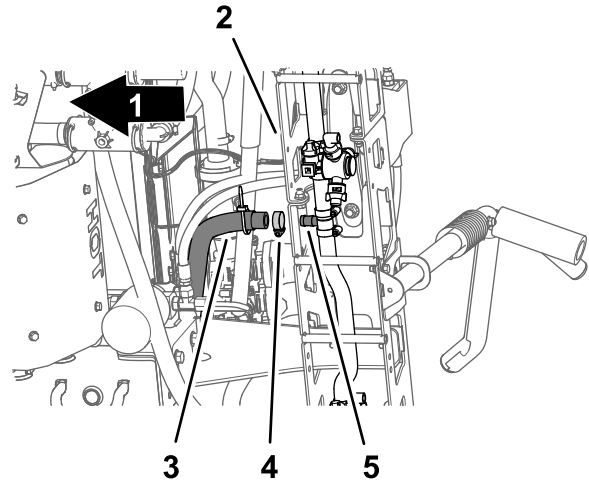

Figura 34
5. Sob a secção de pulverização central, retire a braçadeira de tubos que prende o tubo de alimentação para a secção de pulverização central à união estriada em T (Figura 34).